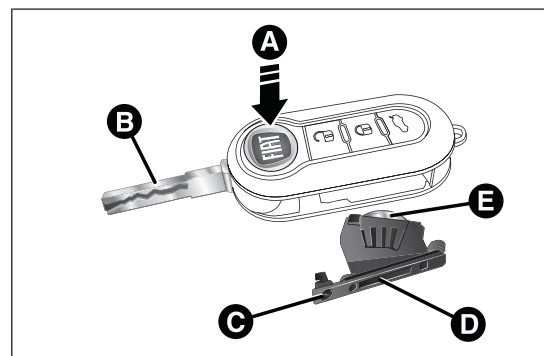

fig. 11
- ☐ pulsar el botón A fig. 11 y llevar la pieza metálica B en posición de apertura;